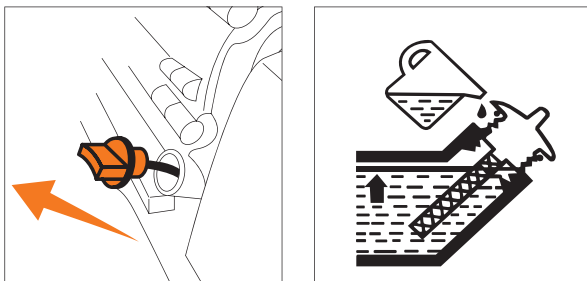

Рис. 35
- Разместите под двигателем подходящую емкость для сбора масла, затем снимите крышку/щуп (Рис. 35).